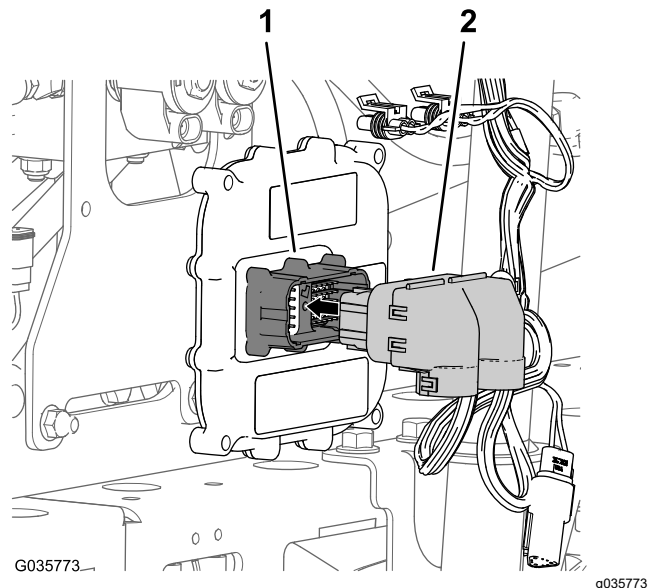

Рисунок 28
2. Подсоедините 50-гнездовой соединитель жгута проводов стрелы с ультразвуковым выравниванием к 50-штыревому соединителю электронного контроллера и закрепите соединители при помощи винта с внутренним шестигранником (Рисунок 28).